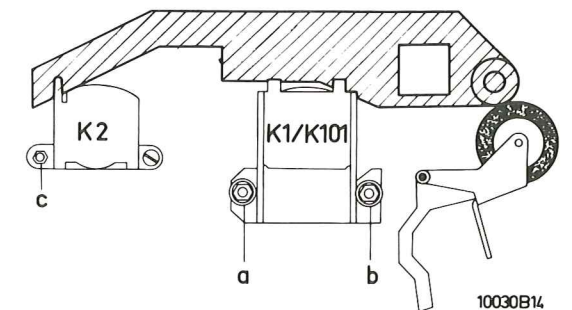

Fig. 5
a. Høyde av opptak/avspillingshode (Fig. 5)
b. Asimut-justering (Fig. 5)
c. Høyde slettehode K2 (Fig. 5)